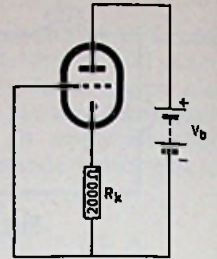

FIG. 14
b. De buis is geschakeld volgens fig. 14.
Voor de steilheid en de inwendige weerstand lezen we uit fig. 14 af: